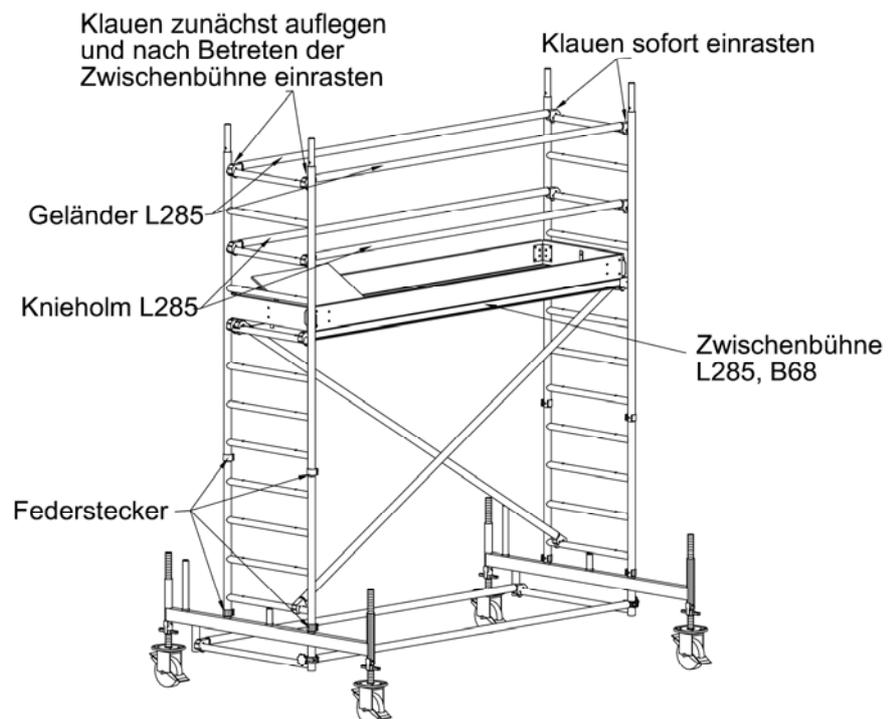
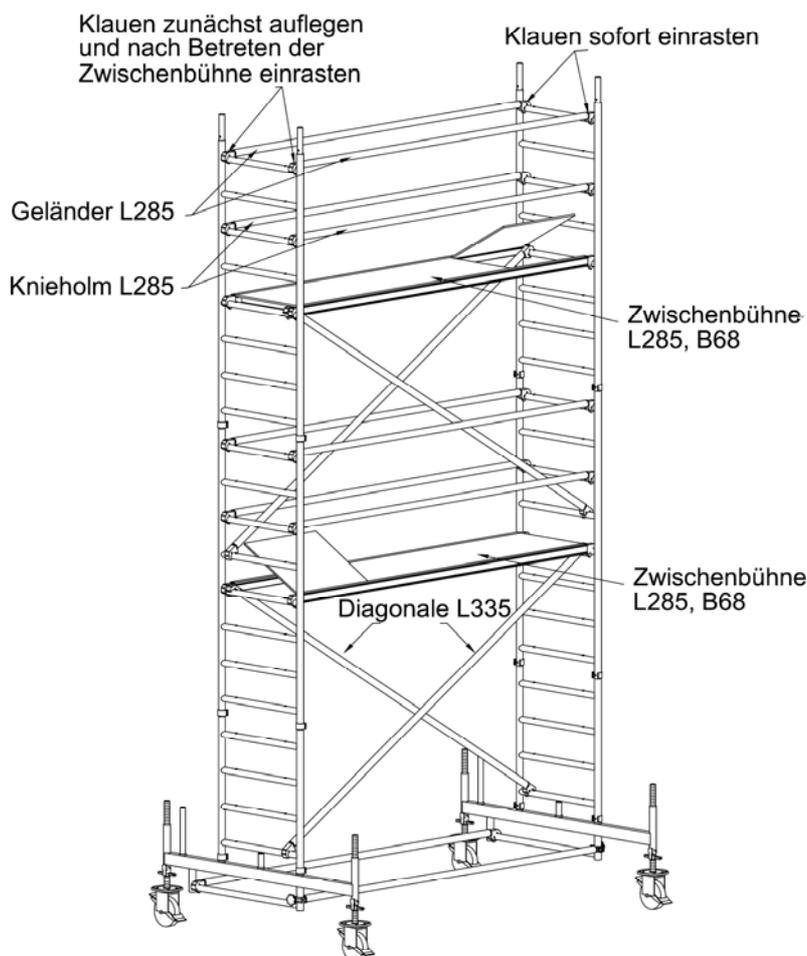
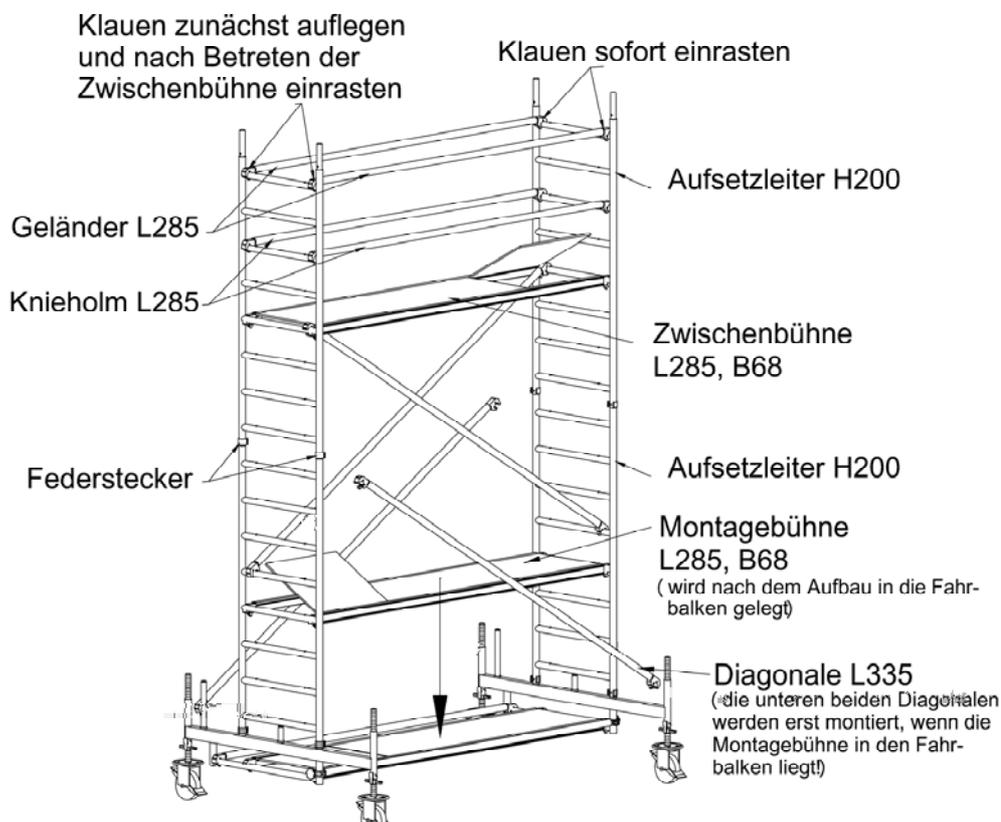

Bild 9: Seitenschutz der Zwischenbühne
Bild 10: Zwischenbühne Standhöhe 4.40 m
Bild 11: Zwischenbühne Standhöhe 3.40 m
- Die Zwischenbühne betreten und die abliegenden Klauen einrasten. (siehe hierzu Bild 9).
- Zum Seitenschutz der Zwischenbühne (Bild 10) siehe Beschreibung zu Bild 9.
- Zum Seitenschutz der Zwischenbühne (Bild 11) siehe Beschreibung zu Bild 9.
- Der Seitenschutz ist wie zu Bild 9 und 10 beschrieben einzubauen.